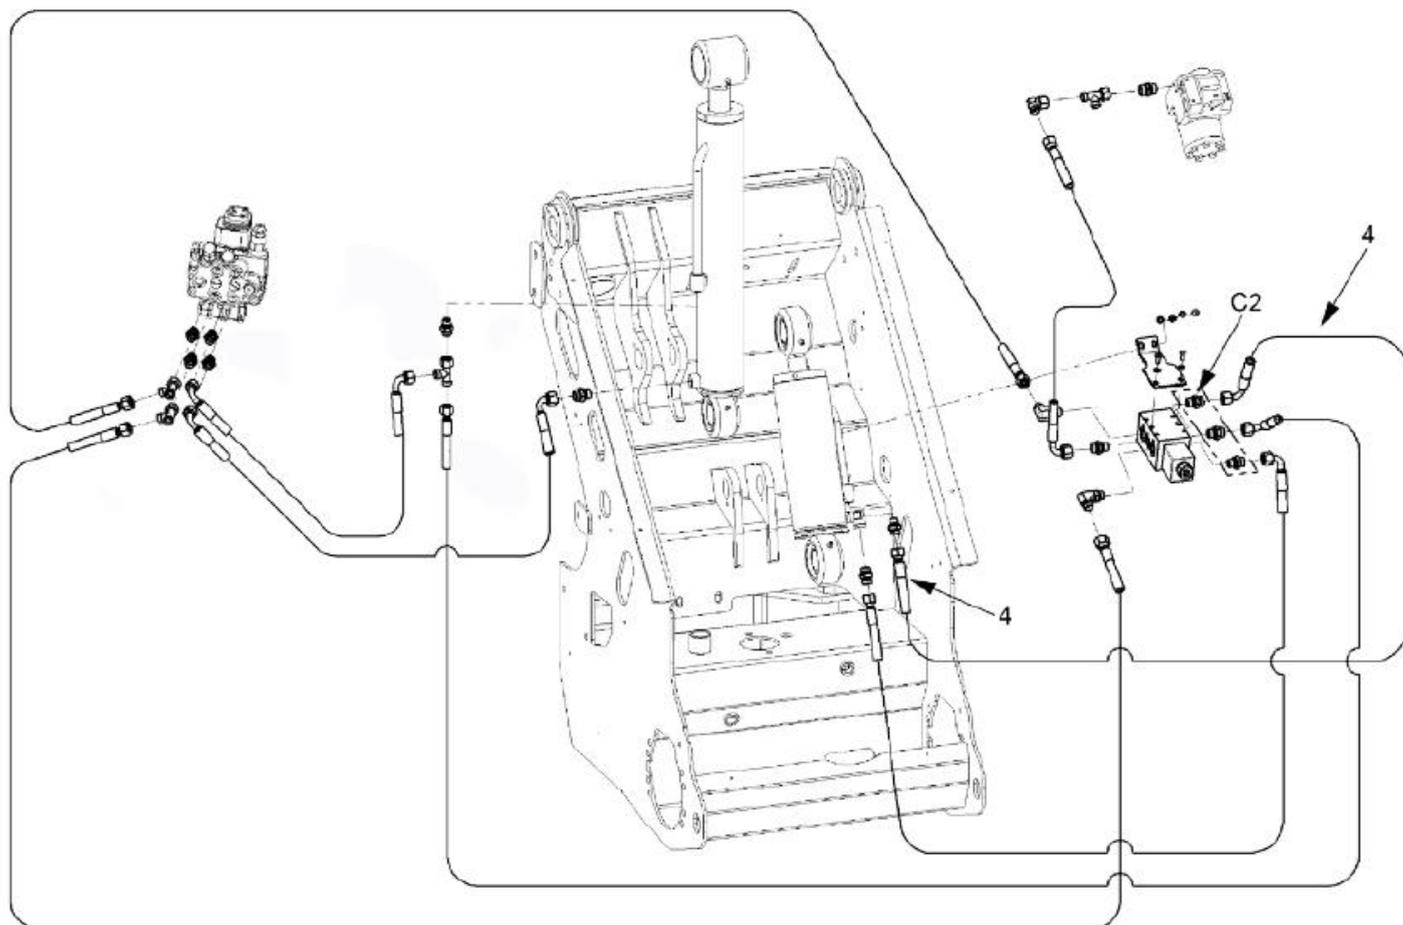

РИС.13
Прикрепите шланг (4) от порта C2 на плавающем клапане стрелы к возврату цилиндра самовыравнивания (РИС.13)